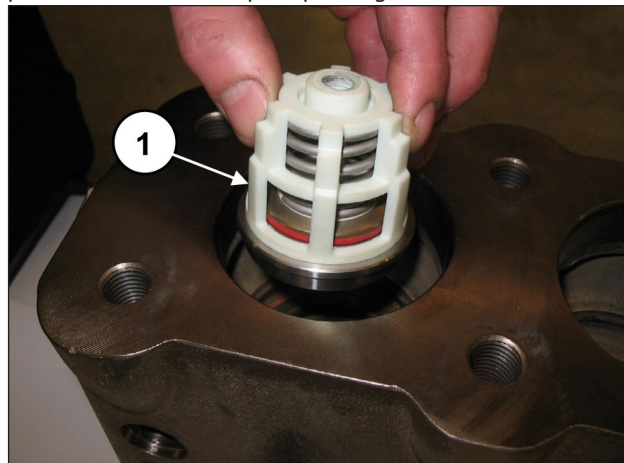
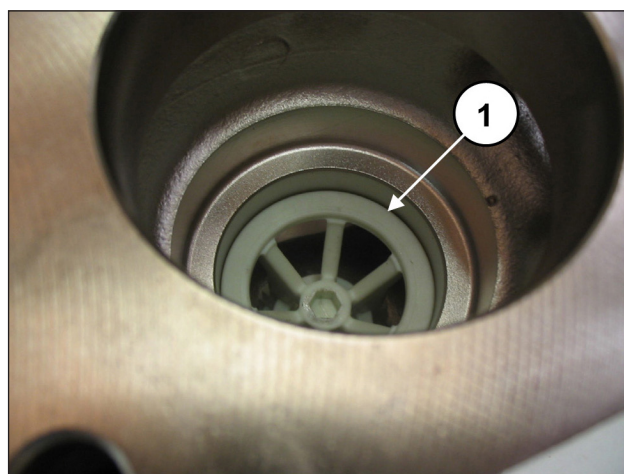

Fig. 119
Fig. 120
Placer le groupe soupape d'aspiration (rep. ①, Fig. 119), puis l'entretoise (rep. ①, Fig. 120).
Engager à fond le groupe soupape complet qui devra être positionné comme indiqué rep. ①, Fig. 120.